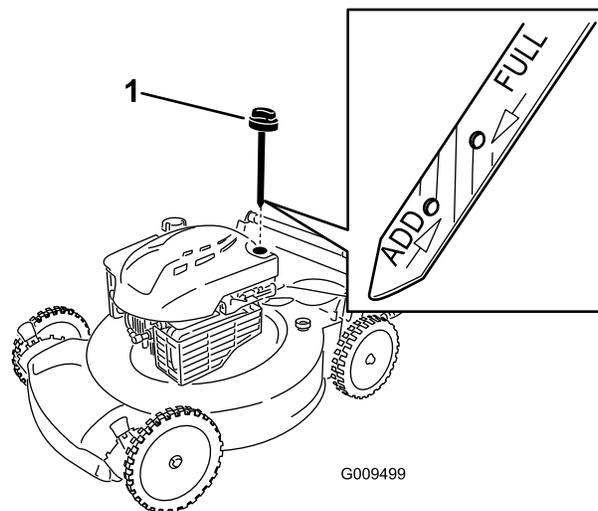

Figura 19
6. Retire la varilla del tubo de llenado de aceite (Figura 19).